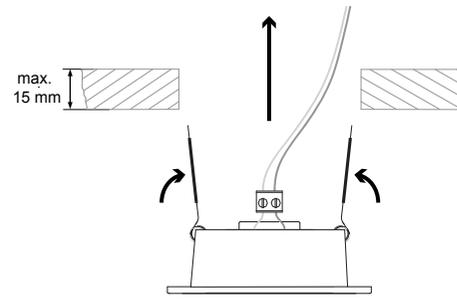

Bild 2
- Beide Feder-Klemmbügel gleichzeitig so weit hochdrehen, bis sie in den Deckenausschnitt passen (Bild 2) und in dieser Stellung halten.